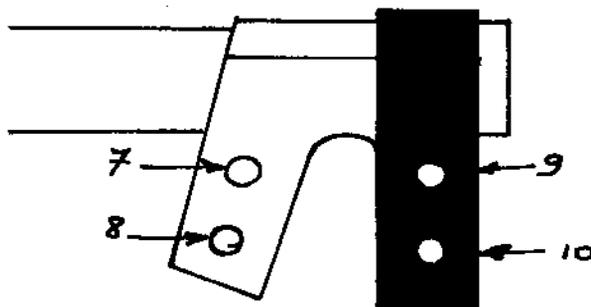

Figure 7
- Visser les pattes de fixation avant en utilisant les vis et rondelles fournies dans le kit, comme indiqué figure 7.